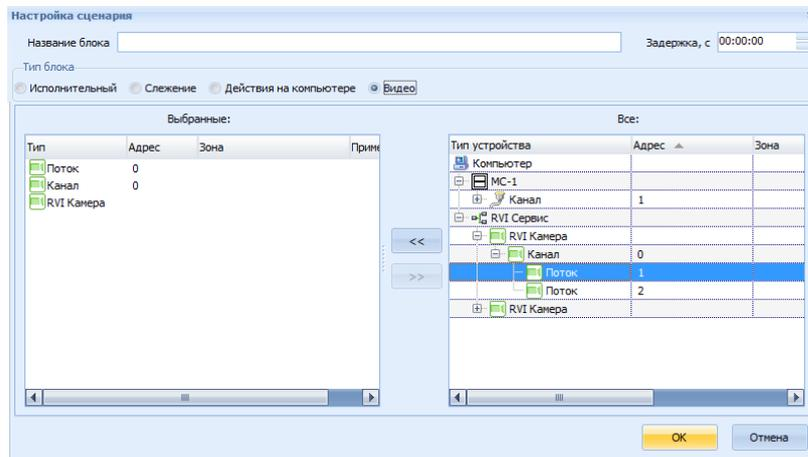

Рис. 49 Окно Настройка сценария, блок Видео
4. в открывшемся окне **Настройка сценария** необходимо указать **Название блока**, а также перенести устройства: RVI сервис, RVI камера, Канал и Поток из поля **Все** в поле **Выбранные**, а затем нажать кнопку **Ок** (Рис. 49).